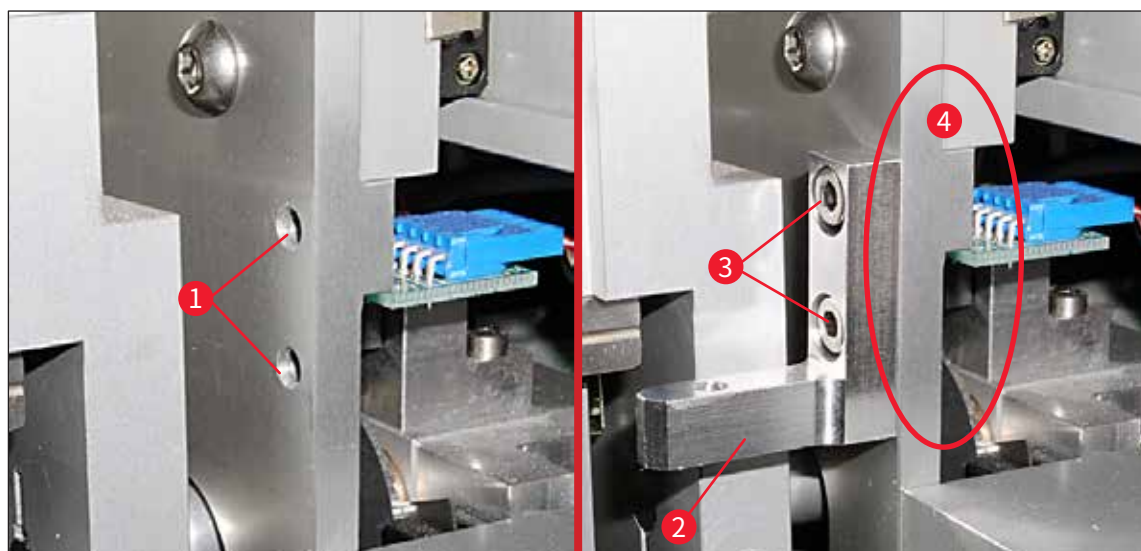

图 21
2. 首先,用两个螺丝 (→ 图 21-3) 将安装托架 (→ 图 21-2) 固定在机箱壁 (→ 图 21-4) 的孔 (→ 图 21-1) 中。确保安装托架和机箱壁的边缘平行 (椭圆框, (→ 图 21))。
2. 如果样本载玻片的边缘触碰到刷架盖, 可松开机箱壁上的螺丝 (→ 图 21-3) 进行微调 (→ 图 21)。为此, 要利用孔中的间隙。